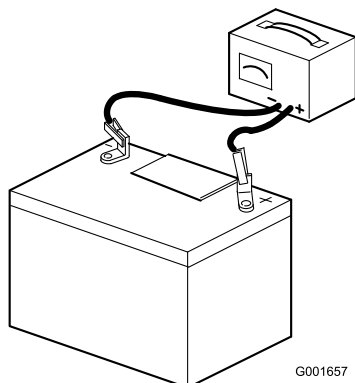

図 6
7. 充電器に接続し、充電電流を 3～4 A にセットする（図 6）。3～4 A で4～8時間充電する。